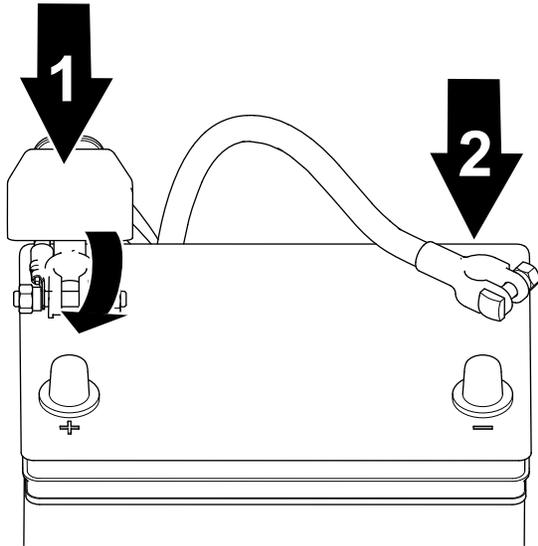

图 38
1. 将正极接线连接到电池拧紧电池夹螺母图 38。
2. 将负极接线连接到电池拧紧电池夹螺母图 38。